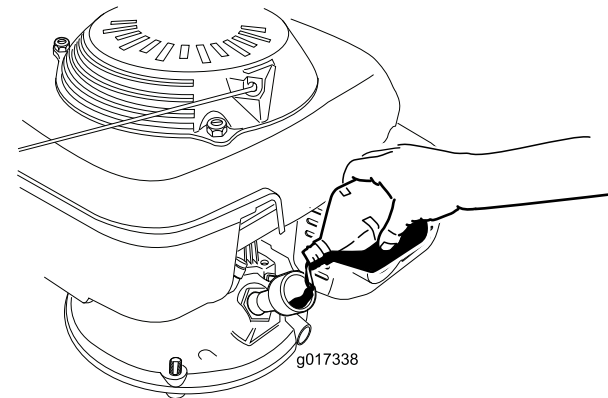

Figure 8
3. Versez lentement environ 75 % de la capacité d'huile moteur dans le tube de remplissage d'huile (Figure 8).